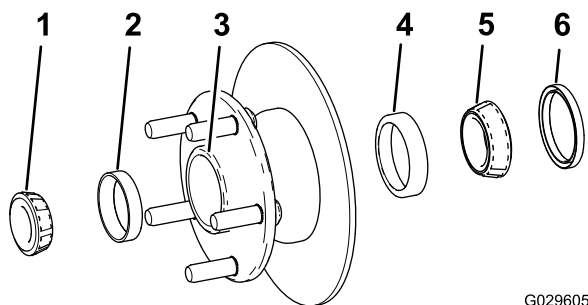

Рисунок 30
1. Снимите наружный подшипник и кольцо подшипника со ступицы (Рисунок 30).
2. Снимите уплотнение, внутренний подшипник и кольцо подшипника со ступицы (Рисунок 30).
5. Очистите полость ступицы от всей консистентной смазки, грязи и мусора (Рисунок 30).
7. Установите внутреннее и наружное кольца подшипника в ступицу (Рисунок 30).
8. Заполните полость ступицы на 50-80% консистентной смазкой указанного типа (Рисунок 30).
9. Установите внутренний подшипник на кольцо с внутренней стороны ступицы и установите уплотнение (Рисунок 30).